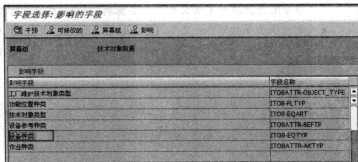

图 10-88 “字段选择：影响的字段”界面
STEP 3 在弹出的“字段选择：影响的字段”界面中双击“设备种类”字段，如图 10-88 所示。